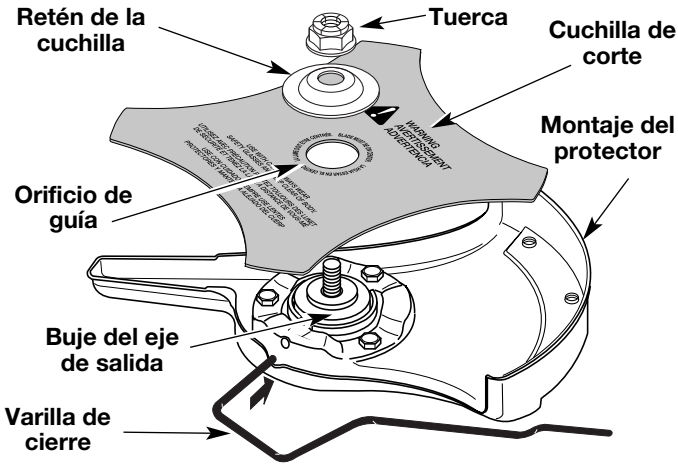

Fig. 11
- Coloque la cuchilla de corte en el buje del eje de salida (Fig. 11).